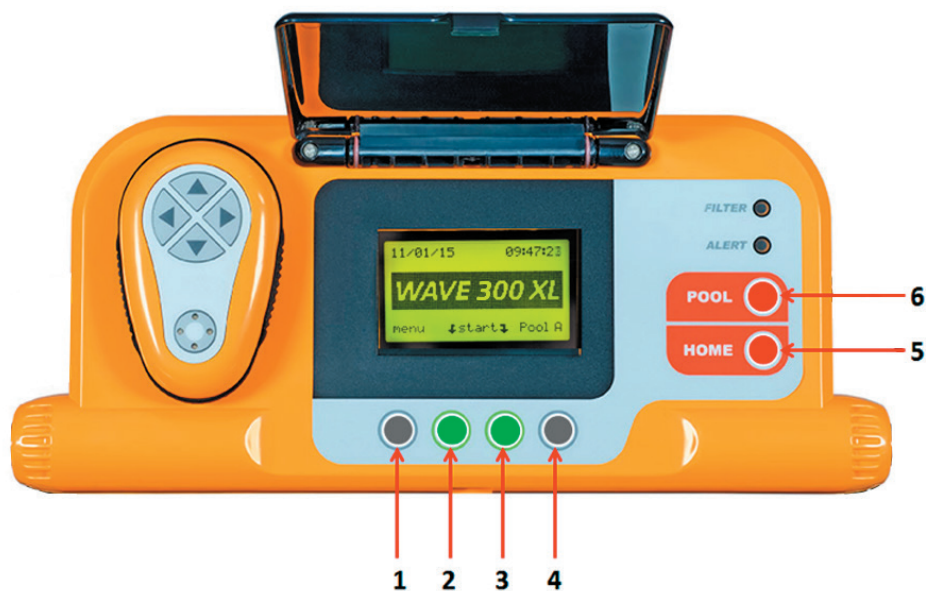

Рисунок 4: Интерактивная консоль управления Maytronics (ММИ)
- **Alert (оповещение):** Этот индикатор загорается при возникновении сбоя, который останавливает функционирование робота. В таких случаях следует осмотреть робот для выявления проблемы, устранить причину отказа (если это возможно) и снова запустить робот. Если сбой повторяется, информация о нем отображается на экране консоли управления (рисунок 4). В таком случае следует немедленно обратиться к дистрибьютору Maytronics.